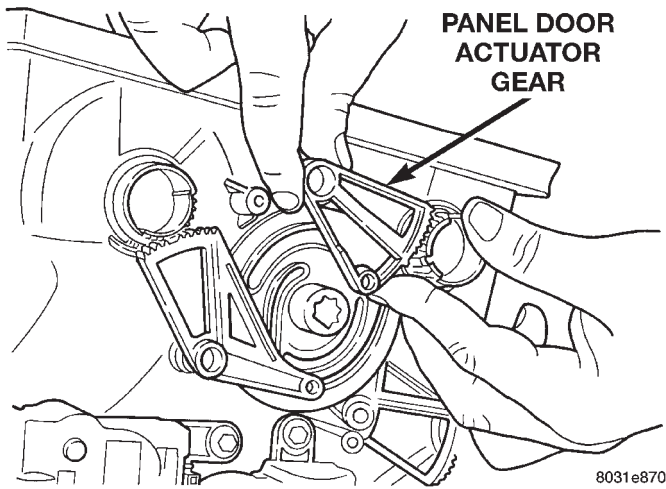

Fig. 64 Panel Door Gear
(11) Remove Panel door actuator gear (Fig. 64).